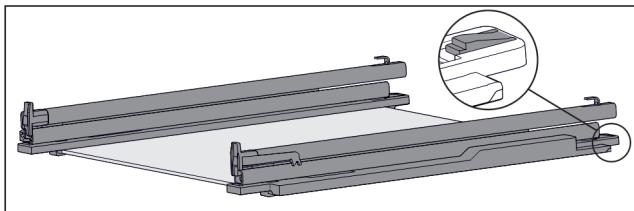

Fig. 149 Sklenená doska s koľajničkami a prídržnými dielmi
- Potlačte prídržný diel vzadu nadol (pozri Fig. 149) a súčasne posuňte koľajničku dozadu.